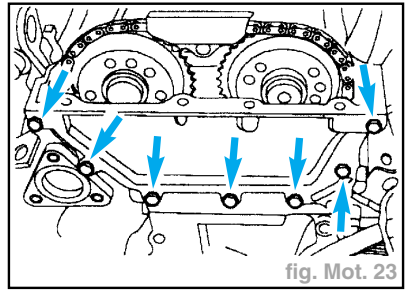

fig. Mot. 23
- Déposer le couvercle supérieur de distribution (fig. Mot. 23).